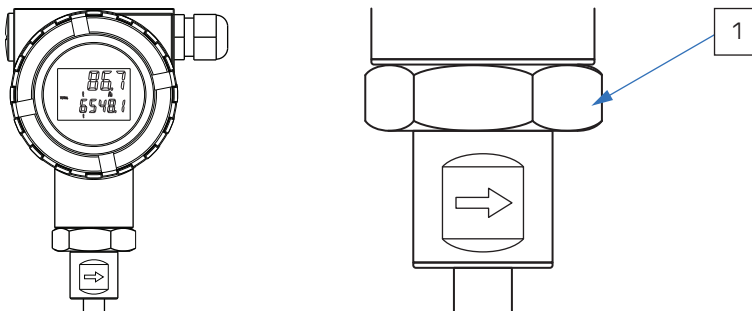

Рис. 8.1 Изменение направления расходомера
2. Чтобы повернуть расходомер, ослабьте гайку внизу (1).
3. Поверните расходомер в требуемом направлении, а затем прикрутите и затяните фиксирующую гайку. См. рис. 8.1.